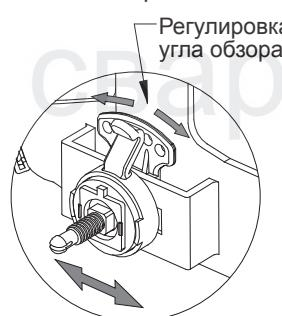

рис.2
- Регулятор угла обзора расположен на правой стороне маски (см. рис.2). Ослабьте правую гайку-фиксатор, выдавите штифт рычага из отверстия стопорной шайбы, поверните рычаг на требуемый угол и вставьте штифт в ближайшее отверстие. Когда затянете гайку-фиксатор, рычаг автоматически зацепится со стопорной шайбой.